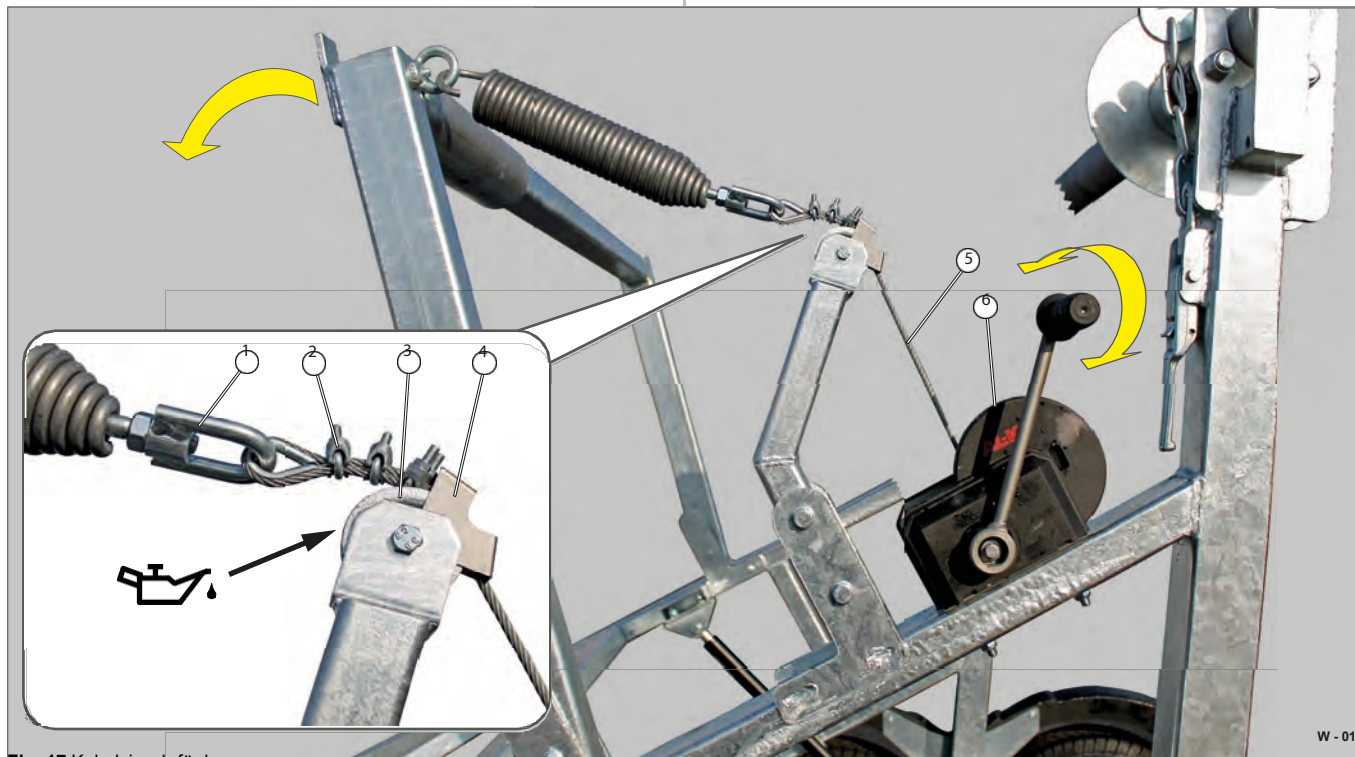

Fig. 17 Kabelvinsch för bromsram
- Rengör vajer (bild .17/5) med en trasa och smörj den med maskinolja